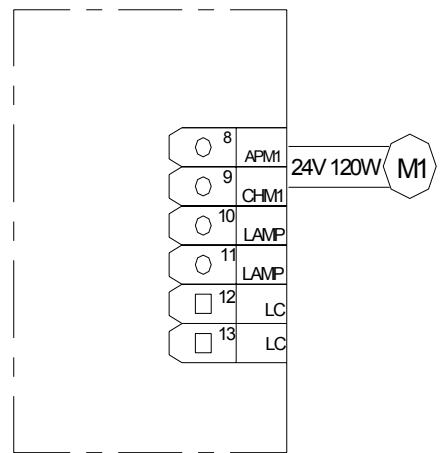

**Fig. 7**
**Regulation de la barre :** l'ouverture standard de la barrière est au sens contraire au mouvement de l'horloge comme indiqué en (Fig. 7).